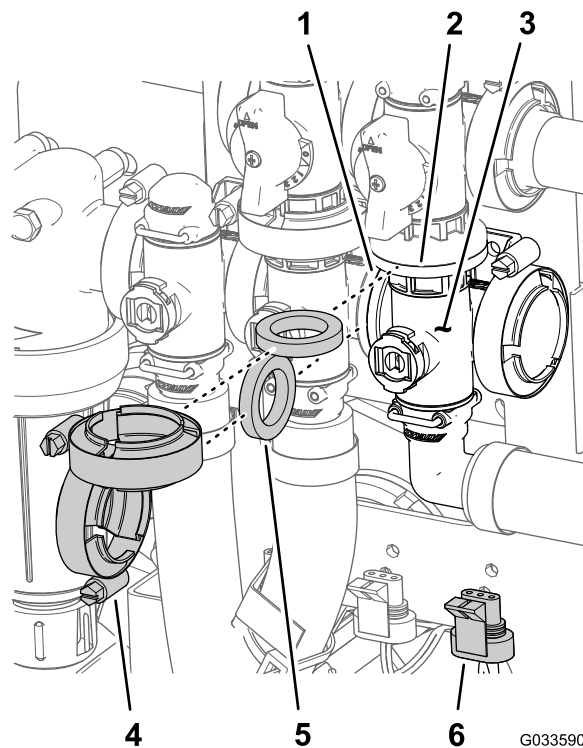

Рисунок 126
- Совместите фланец коллектора главного клапана стрелы, уплотнительную прокладку и фланец главного клапана перепуска стрелы (Рисунок 126).
- Смонтируйте коллектор главного клапана стрелы, уплотнительную прокладку и главный клапан перепуска стрелы с помощью фланцевого хомута, затянув его вручную (вид А на Рисунок 126).
- Совместите фланец коллектора главного клапана стрелы, уплотнительную прокладку и коллектор клапана перемешивания (Рисунок 126).
- Смонтируйте коллектор главного клапана стрелы, уплотнительную прокладку и коллектор клапана перемешивания с помощью фланцевого хомута, затянув его вручную (Рисунок 126).
- Рисунок 126 Присоедините клапан перемешивания к опоре крепления клапанов при помощи болта с фланцевой головкой и фланцевой контргайки, снятых при выполнении действий, описанных в пункте 3 раздела **Снятие главного коллекторного клапана стрелы** (страница 91), и затяните гайку и болт с моментом от 10 до 12 Н·м.